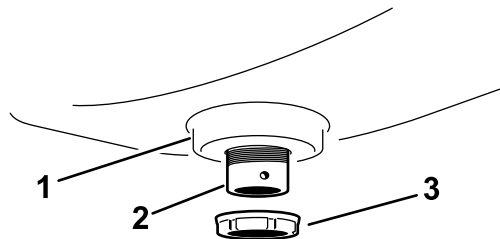

図 8
- プラスチック製のフランジナットを使ってバルクヘッドフィッティングをタンクに固定する図 8。